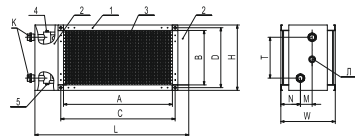
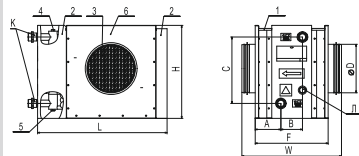

рисунок 1 Основные размеры НКВ с прямоугольным подсоединением к воздуховоду
рисунок 2 Основные размеры НКВ с подсоединением к круглому воздуховоду
Конструкция НКВ с прямоугольным и круглым подсоединением к воздуховоду Рис.1 и Рис.2 состоит из корпуса(1) и встраиваемого в корпус нагревательного блока(3). Корпус состоит из стенки (6 для круглых каналов), двух защитных кожухов (2), выполненных из высококачественной оцинкованной стали.
На выходном коллекторе предусмотрен патрубок резьба (G1/4) с заглушкой (место Л рис.1 и рис.2), на место заглушки может устанавливаться погружной датчик, который может применяться для измерения температуры, или для защиты от замораживания. С торца НКВ так же находится ниппель воздуховыпускной резьба G1/2 (4), ниппель для слива воды резьба G1/2 (5).
Основные размеры НКВ с круглым и прямоугольным подсоединением к воздуховоду должны соответствовать значениям приведенным в таблицах 1,2 и на Рис.1 и Рис.2.